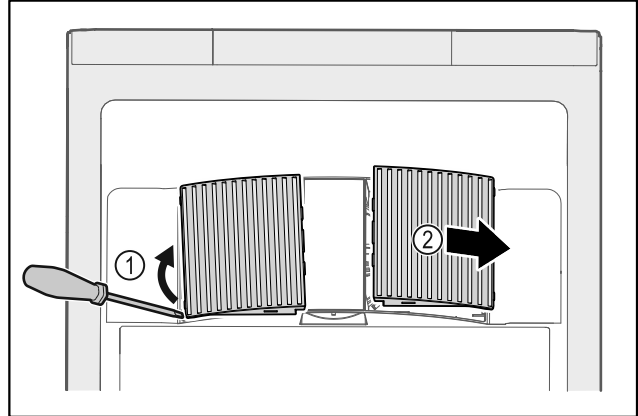

Fig. 144
▶ Óvatosan feszegesse le a ventilátor burkolatait oldalról Fig. 144 (1), és emelje le őket előre Fig. 144 (2).